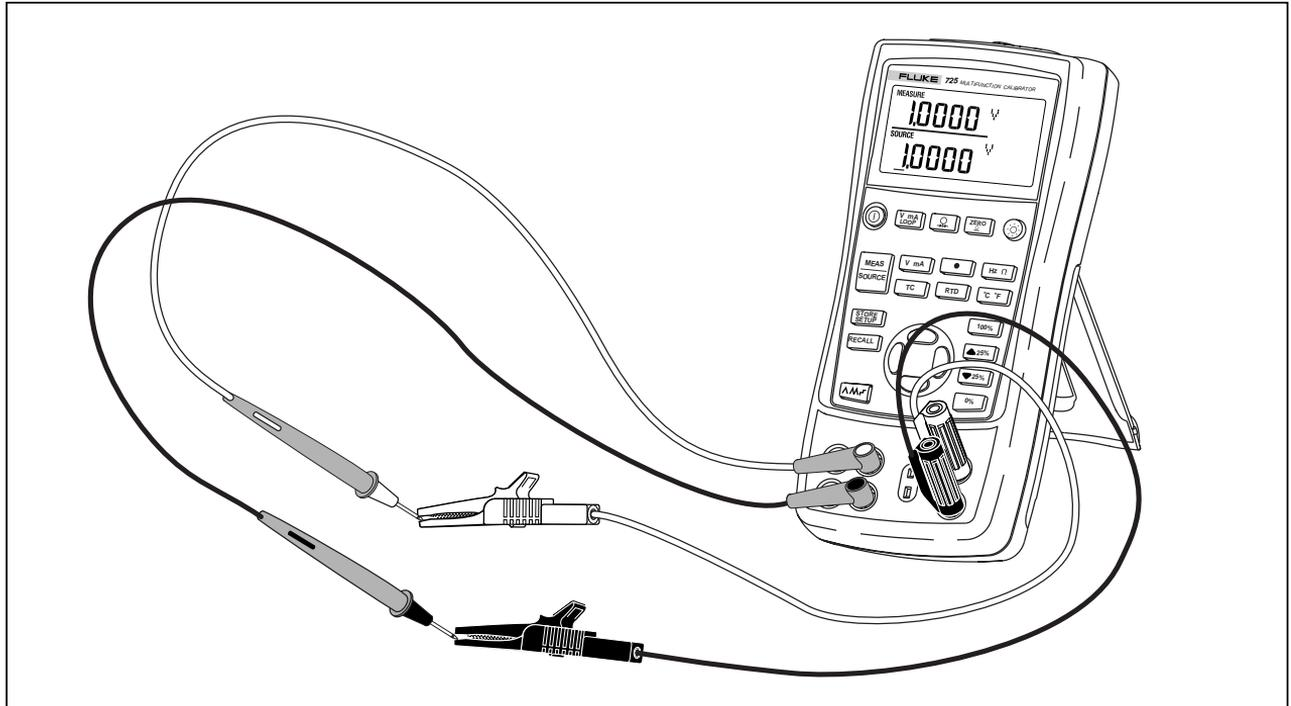

図 5. 電圧-電圧テスト
1. 図 5 に示すように、本器の電圧出力を電圧入力に接続してください。